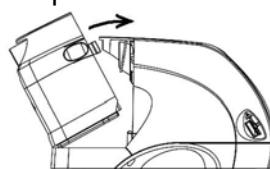

Figure 12 – Remise en place du réservoir
- Enclenchez la base du réservoir sur l'élément chauffant et basculez-la vers l'avant pour la verrouiller, en veillant à ne pas renverser d'eau (Figure 12).